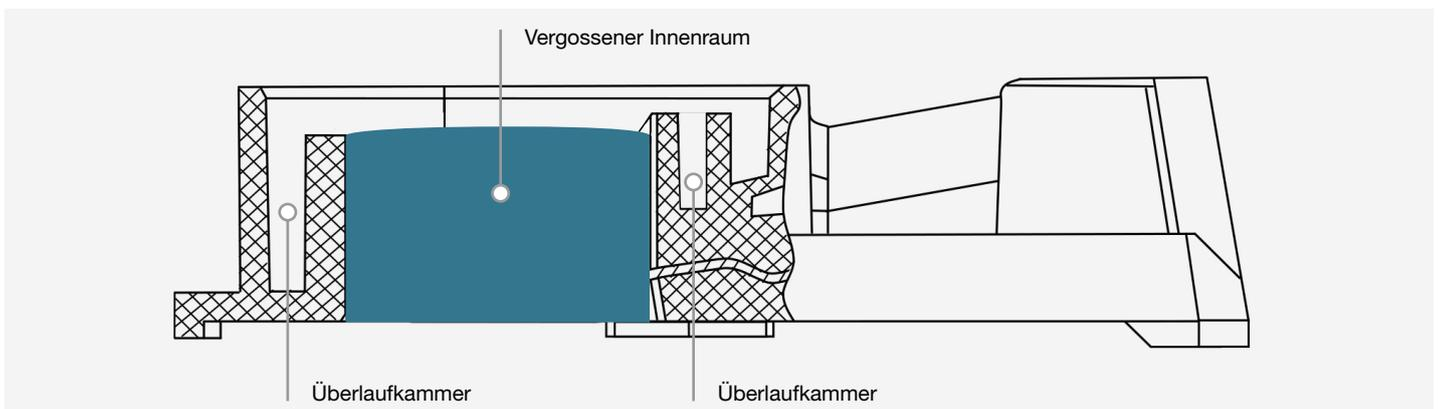

Abbildung 1: Schnittansicht der ausgegossenen Anschlussdose mit Buchse
- **Abbildung 1 «Schnittansicht der ausgegossenen Anschlussdose mit Buchse»**